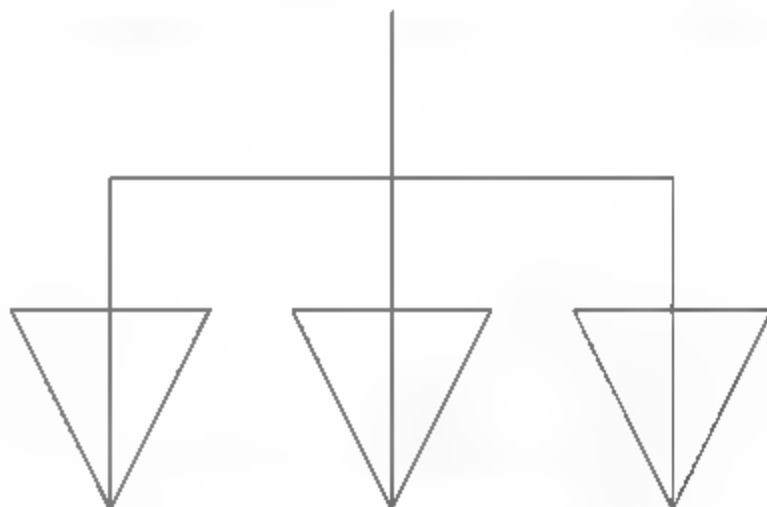

图8-60 最终结果
- 调用CO【复制】命令，选择绘制完成的线段向右移动复制，结果如图8-60所示。